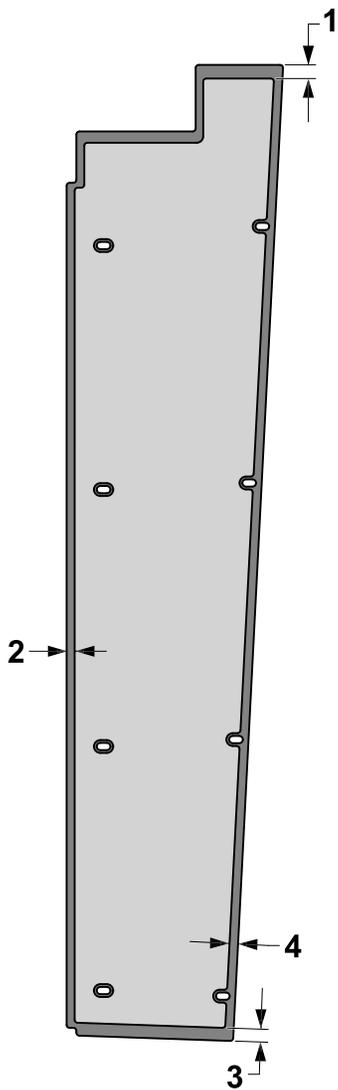

Bild 27
3. Entfernen Sie die Trägerfolie und Befestigen Sie schalldämmenden Platten und die Dämmung der äußeren Säule an die Abdeckungen der hinteren Säule, wie in Bild 26 und Bild 27 dargestellt.
Bild 27 zeigt die korrekten Abmessungen für den Einbau der Dämmungen der äußeren Säule und schalldämmenden Platten an den Abdeckungen der hinteren Säulen.